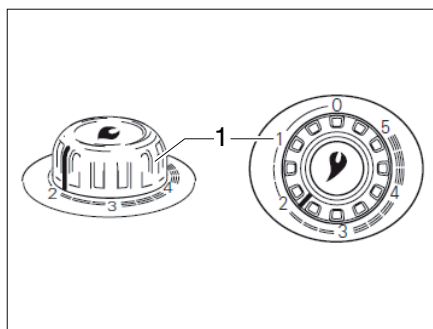

Fig. 108 Regulador giratorio en la calefacción de aire caliente
- Ajustar el regulador giratorio en la calefacción (Fig. 108,1) al valor deseado y bajar hasta el tope.
- Situar el regulador giratorio de la calefacción (Fig. 108,1) en "0". El dispositivo automático de encendido se desconecta al mismo tiempo.
- ▷ Puede obtenerse información adicional en las instrucciones de uso independientes "Truma S 3004 (P) / S 5004".